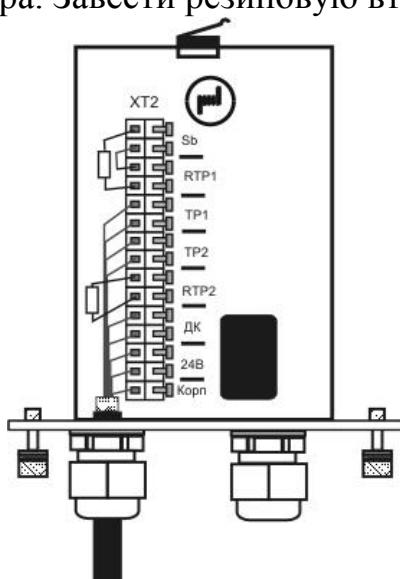

Рис. 10.23
10.4.2 Уложить и закрепить кабели связи. Выкрутить два невыпадающих винта и снять крышку БПУ. Произвести ввод кабеля связи с ППК в коммутационный отсек БПУ (рис. 10.23). Для чего освободить на 70...80 мм изолированные проводники кабеля от защитных и экранирующих покры-
10.5.1 В соответствии с электрической схемой проекта произвести подключение проводников кабеля к контактам зажимов расположенным на обратной стороне шасси, (см. рис. 10.23, рис. 10.25). В зажимы «RTP1» и «RTP2» установить контрольные резисторы. Пары контрольных проводов от ППК подключить к зажимам «TP1» и «TP2». В случае контроля цепи ТРЕВОГА на зажимах TP1(2) БПУ без внешнего резистора (перемычка в зажимах RTP), необходимо ограничить ток значением не превышающим 100 мА. Пару проводов «24 В» от блока питания подключить к двум зажимам «24В». Пару проводов «ДК» от кнопки или реле дистанционного контроля подключить к двум зажимам «ДК». Аккуратно уложить проводники.